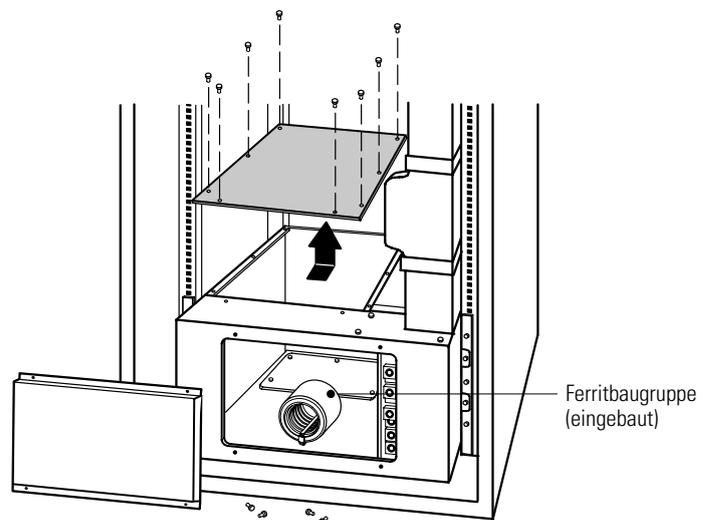
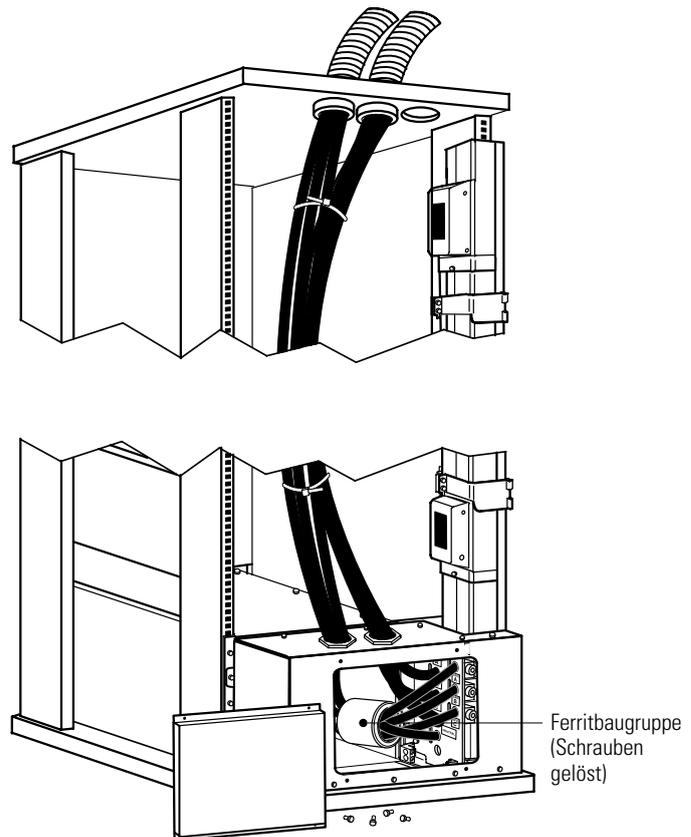
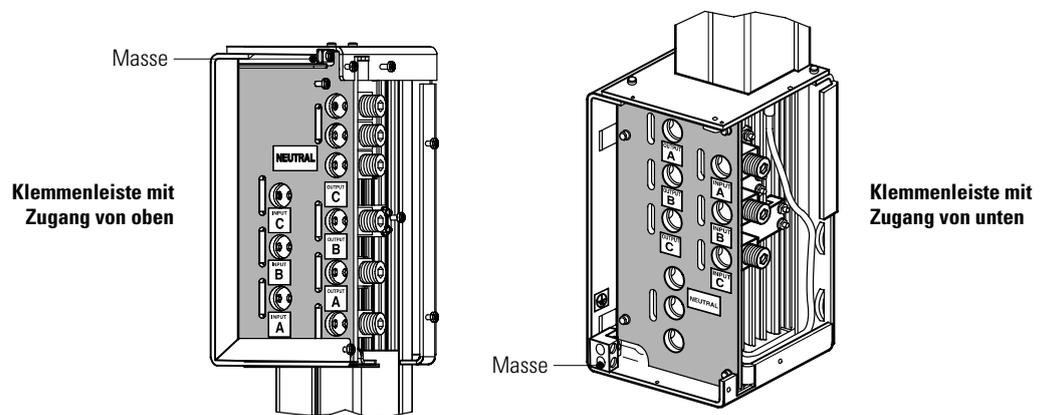

Abbildung 5. Entfernen der oben angebrachten Kabelkanalabdeckung (dargestellt mit Zugang von unten)
Abbildung 7. Verdrahtung von oben in einem für den Zugang von unten vorgesehenen Rack
Abbildung 8. Klemmenleiste der BladeUPS-Schiene
3. Die acht Schrauben an der oben angebrachten Kabelkanalabdeckung herausdrehen und aufbewahren. Die Abdeckung zur Seite schieben, um sie abzunehmen und aufzubewahren. Siehe Abbildung 5.
7. **Verdrahtung von oben in einem nur für den Zugang von unten vorgesehenen Rack.** Mit einem geeigneten Werkzeug ein oder mehrere Löcher von oben in den Kabelkanal bohren oder schlagen. Auf der Oberseite des Racks im hinteren Bereich ein oder mehrere Löcher einbringen. Siehe Abbildung 7.
8. Die Eingangs-, Ausgangs- und Masseleitungen entsprechend Abbildung 8 und Tabelle 2 an der Klemmenleiste der BladeUPS-Schiene anschließen. Die drei Eingangsphasen und den Neutralleiter durch die festgeschraubte oder gelöste Ferritbaugruppe verlegen (siehe Abbildung 5 oder Abbildung 7).